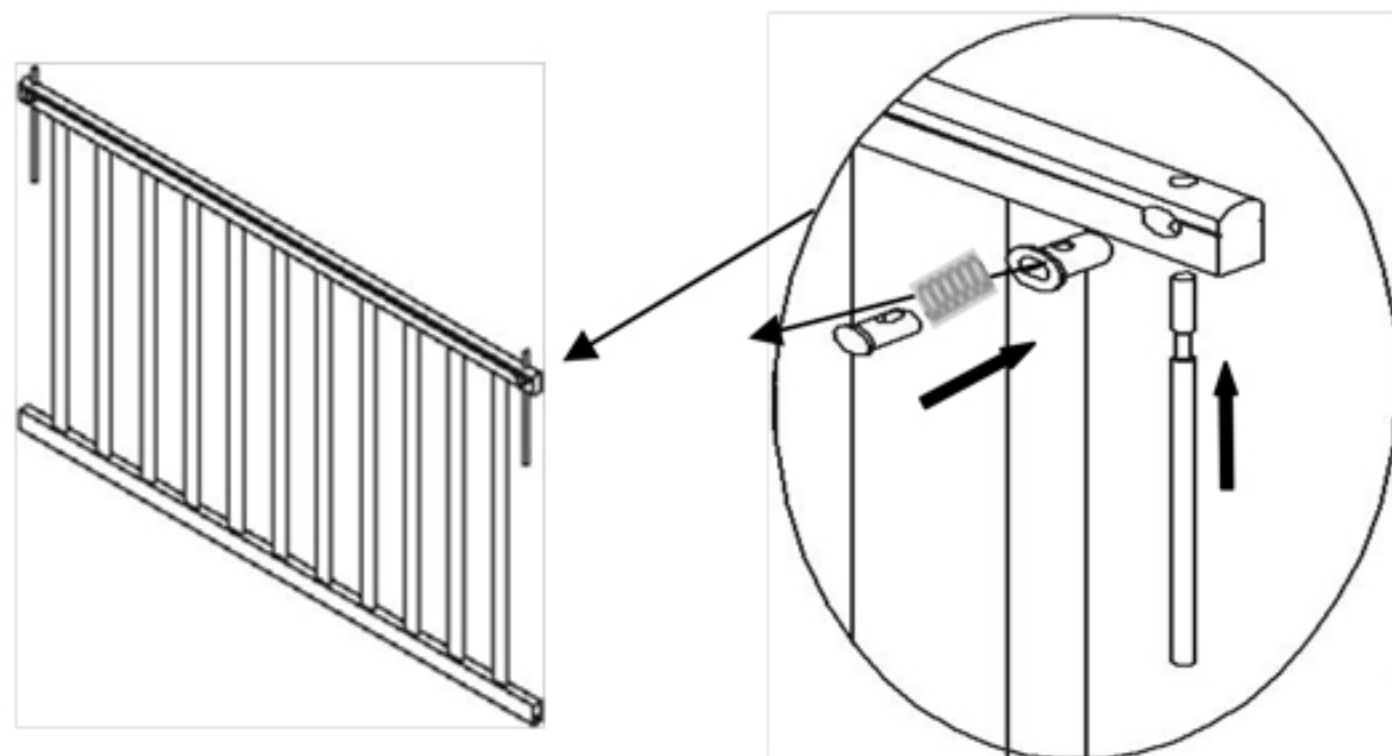

Рис.1
1. Установить качалки(5) на спинки(1) на винты М6х50 (10). Установить колесные опоры (14,15) для удобства сборки кровати. Колесную опору с тормозом установить со стороны ножки с пазом и зафиксировать.
2. На спинки (1) прикрутить держатели дна (17) на винты М6х30 (16).
3. Собрать спинки (1) с задним боковым ограждением(2) на конфирматы (9), при помощи ключа(12).
4. Установите дно(4) в нужное положение по высоте на винты М6х60 (7) и гайки- бочонки(8).
- Установить механизм «Кнопка»(18) в отверстия верхней планки переднего ограждения.Рис.1